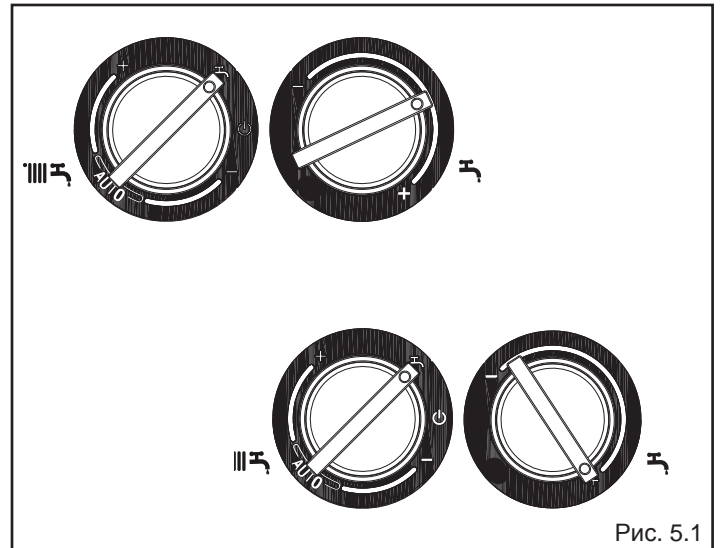

Рис. 5.1
- установите переключатель режимов работы режим «лето» «» (рис. 5.1)
- установите регулятор температуры в контуре ГВС (рис. 5.1) на максимальное значение.
- Откройте кран подпитки (находится вне котла) и держите его открытым до тех пор, пока давление не поднимется до уровня от 1 до 1,5 бар (рис. 5.1а).